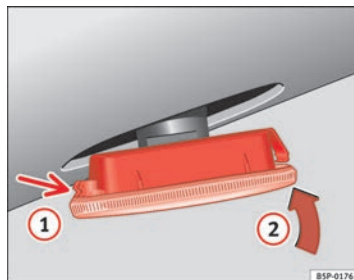

Abb. 154 Seitliche Blinker
- Den Blinker durch Einrasten der Halterungen **(1)** ⇒ Abb. 154 zuerst in die Aufnahme in der Karosserie und anschließend den Blinker in Richtung von Pfeil **(2)** ⇒ Abb. 154 einsetzen. ■